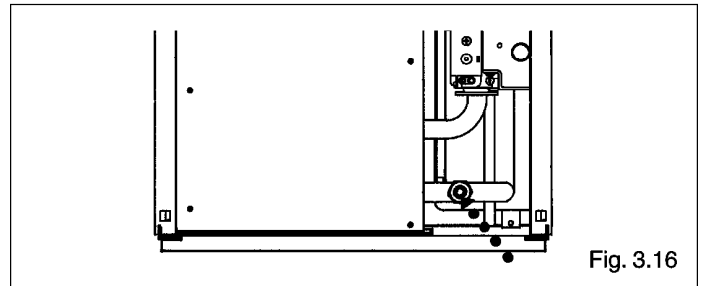

Fig. 3.16
- Перед выполнением данной операции убедитесь в том, что кран слива воды из котла закрыт (рис. 3.16).